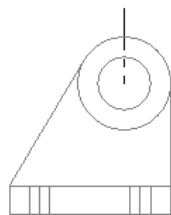

图 7.7.30 绘制中心线
③ 单击按钮，完成图层的创建。
(2) 绘制图 7.7.30 所示的中心线。